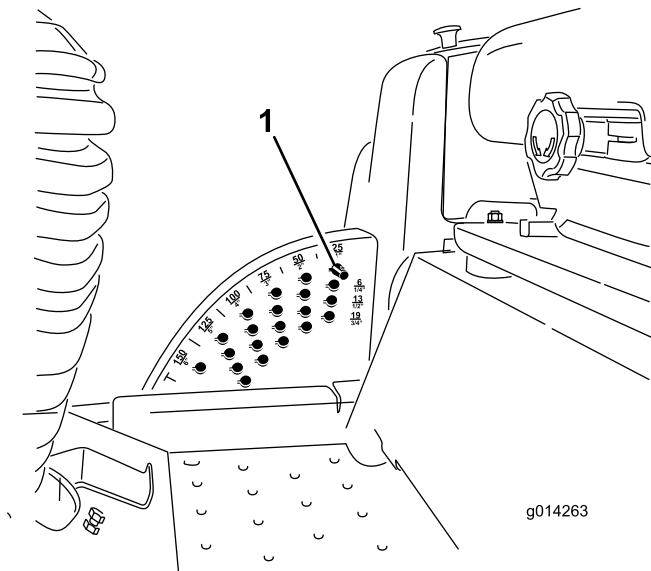

Figura 16
**Nota:** Para bloquear a plataforma do cortador/acessório numa posição elevada, levante a plataforma passando a posição de 15 cm, retire o pino de bloqueio da altura de corte (consulte Ajustar a Altura de Corte), e coloque o pino na posição da altura de corte de 15 cm (Figura 16).
1. Com o motor a trabalhar empurre para trás o interruptor de elevação da plataforma até que a plataforma de corte esteja completamente levantada e **solte imediatamente o interruptor** (Figura 16).
2. Para ajustar, rode o pino de bloqueio até que o pino do mesmo fique alinhado com as ranhuras nos orifícios no suporte da altura de corte e remova-o (Figura 16).
3. Selecione um orifício, no suporte da altura de corte, que corresponda a altura de corte desejada, insira o pino e rode-o para o bloquear no lugar (Figura 16).
**Nota:** Existem duas filas de posições de orifícios (Figura 16). A fila de cima dá-lhe a altura de corte indicada por cima do pino. A segunda fila dá-lhe a altura de corte indicada mais 6 mm. A terceira fila dá-lhe a altura de corte indicada mais 13 mm. A fila de baixo dá-lhe a altura de corte indicada mais 19 mm. Para a posição de 15,8 cm só existe um orifício, colocado na segunda fila. Isto não acrescenta 6 mm à posição de 15,8 cm.